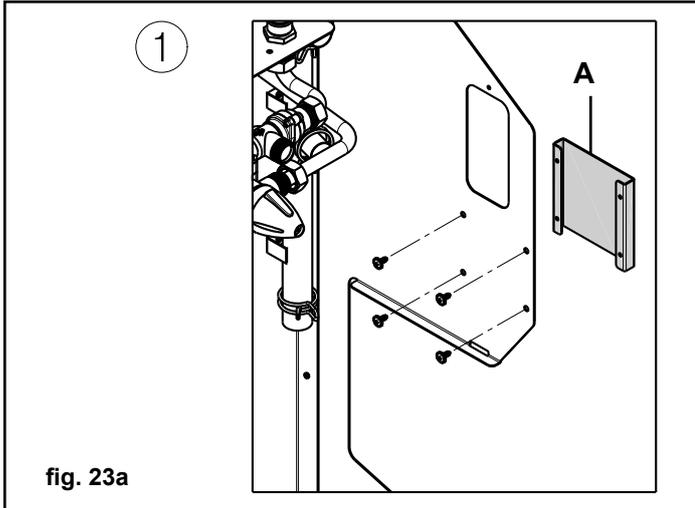

fig. 23a
- Fissare la staffa (A) con le 4 viti in dotazione (fig. 23a).